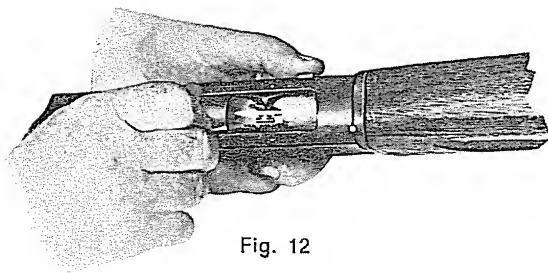

Fig. 12
- b) Premere lo svincolo col pollice sinistro per poter abbassare l'elevatore o cucchiaino (tav. 2° - B) con l'orlo della cartuccia (fig. 12).
- b — press in carrier latch button to depress carrier with the shell (B - Table 2) (fig. 12).
- b — presser le poussoir du levier d'arrêt de l'élévateur pour baisser l'élévateur avec l'extrémité de la cartouche (fig. 12 - table 2 - pièce B)*